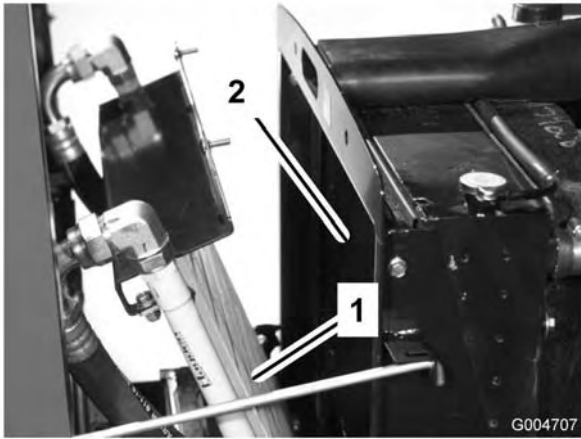

Figure 62
3. Basculez le refroidisseur d'huile en arrière. Nettoyez soigneusement les deux côtés du refroidisseur et la surface autour du radiateur (Figure 62) à l'air comprimé.